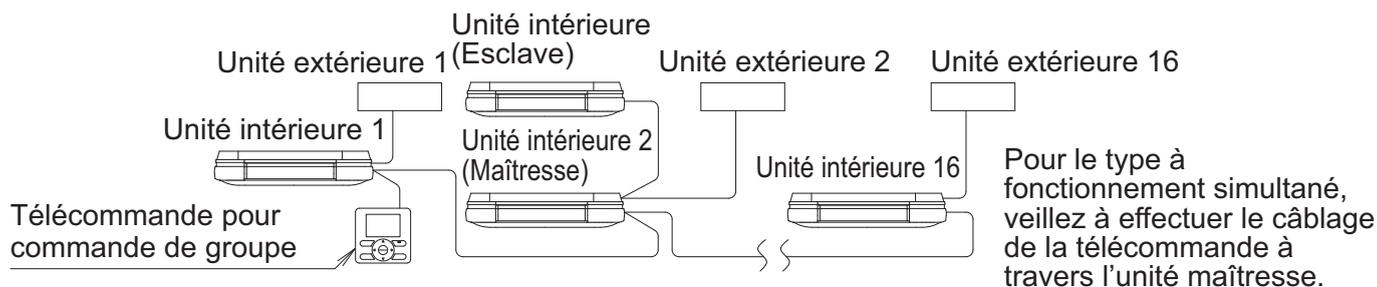

Fig. 43
- Lors de l'utilisation en tant qu'unité en paire ou unité principale pour le fonctionnement simultané de plusieurs unités, vous pouvez commander le démarrage/l'arrêt simultané (groupe) de 16 unités maximum à l'aide de la télécommande. **(Reportez-vous à la Fig. 43)**